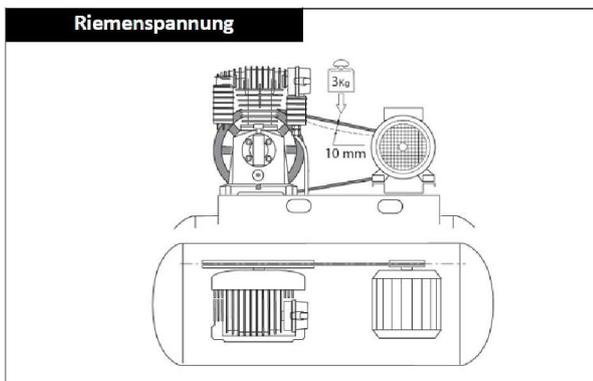

fig. 18: Comprobación de la tensión de la correa
Paso 5: Compruebe la tensión de la correa. El cinturón debe doblarse a la mitad de aproximadamente 10 mm cuando se coloca una carga de 3Kg (Fig. 18). Reajuste la tensión de la correa si es necesario (moviendo el motor) y asegúrese de que las poleas y el volante permanecen correctamente alineadas.